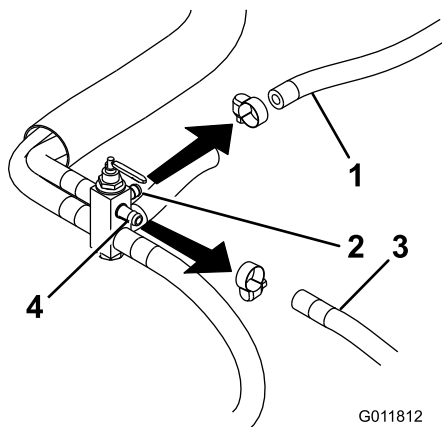

Figura 3
4. Desconecte el tubo de retorno del motor en la válvula selectora de combustible. Está situado en el conector superior central (Figura 3).
Está situado en el conector superior izquierdo (Figura 3).